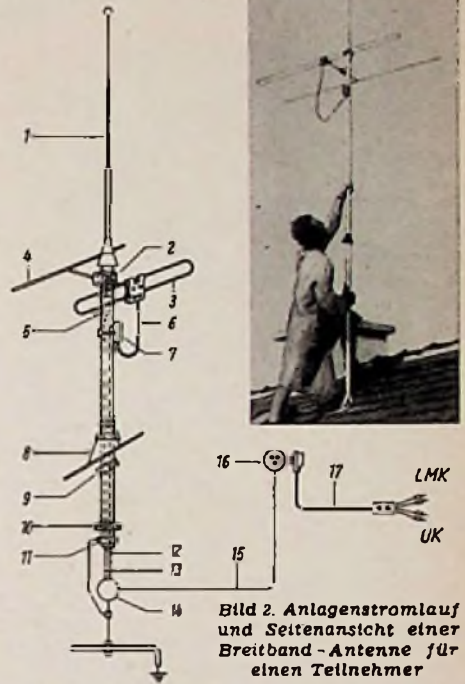
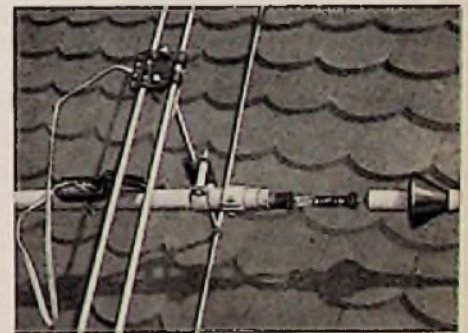

Bild 2. Anlagenstromlauf und Seitenansicht einer Breitband-Antenne für einen Teilnehmer
Bild 3. Die zusammengesetzte Antenne liegt noch auf dem Hausdach und läßt die geöffneten Antennenübertrager erkennen
Zum Empfang von Mittel- und Langwellen dient die mit einer „Prasselschutzkugel“ (Geräuschminderung bei statischen Entladungen) versehene 3,3 m lange Antennenrute 1 (Bild 2). Oben im Standrohr befindet sich der Mittel-Lang-Antennenübertrager 5 der als Autotransformator mit Feinfunkenstrecke geschaltet ist und die Antenne an den Wellenwiderstand (60 Ω) des Kabels anpaßt. In gleicher Weise wird mit der vom Faltidipol 3 aufgenommene Empfangsenergie Verfahren, wobei der UKW-Spezialübertrager 7 die Anpassung zwischen ungeschirmtem Bandkabel und geschirmtem Koaxialleitung übernimmt. Bis zum Antennenableiter 14, in dem zwei Funkenstrecken mit je 0,1 mm Elektrodenabstand als VDE-mäßig vorgeschriebener Blitzschutz untergebracht sind, verlaufen die beiden Kabel 12 und 13 im Standrohr getrennt. Von hier ab erfolgt die Weiterleitung über die doppelt-konzentrische Antennenleitung 15, die beide Leitungen in einer gemeinsamen Kunststoffummhüllung (Querschnitt etwa 5 x 8 mm) vereint. Dieses wetterfeste Kabel kann nach Belieben auf Putz, direkt im Putz oder in Isolierrohren verlegt werden. Wenn nur ein Teilnehmer angeschlossen werden soll, endet es in der Nähe des Empfängers in einer Wandsteckdose 16. Die Empfänger-Anschlußschrub 17 ist am Ende mit einem kleinen Kästchen (114 x 44 x 31 mm) versehen, das die beiden Empfängerübertrager (ML, UKW) enthält und vier Stecker-schnüre aufweist, die den Anschluß zum Empfänger herstellen. Eine ebenfalls eingebaute elektrische Weiche nutzt den Kabelmantel als Kurzwellenantenne aus. Wenn mehrere Teilnehmer (bis zu acht) ohne Verwendung eines Verstärkers angeschlossen werden sollen, endet die Antennenleitung 15 in einer Antennenverteilerdose, von der aus Anschlußleitungen sternförmig (Stichleitungen) zu weiteren Antennensteckdosen führen. Im Verteiler untergebrachte Entkopplungswiderstände (je zwei pro Teilnehmer) sorgen für völlige Rückwirkungsfreiheit, und die als Trennübertrager (zwei Wicklungen) ausgeführten Empfängerübertrager verhindern das Auftreten von Berührungströmen, wenn Allstromempfänger verwendet werden. Da bei Allstromschaltungen das Chassis in leitender Verbindung mit dem Lichtnetz steht, können über Antennen- und Erdbuchse Restströme in das Kabelnetz gelangen, die bei anderen Teilnehmern Störungen und sogar empfindliche elektrische Schläge verursachen. Das wird durch die erwähnten Trennübertrager sicher verhindert. Außerdem bewirkt der besondere Schaltungsaufbau eine saubere Hf-mäßige Trennung der Empfänger-Einganges vom Netz, so daß
Die meisten Rundfunkhörer scheuen die Umstände, die ihrer Ansicht nach die Montage einer solchen Antenne verursacht. Abgesehen davon, daß vom Hersteller erfahrene Spezial-Monteuere zur Verfügung gestellt werden können, werden die Arbeiten sehr weitgehend durch vorbereitete und genau angepaßte Bauteile erleichtert. So ist z. B. die Vornahme des „Durchbruches“ durch das Ziegeldach eine Angelegenheit von wenigen Handgriffen. An der in Aussicht genommenen Stelle wird ein Dachziegel ausgehängt und gegen die mit einer Gummidichtung versehene Dachhaube 8 (Bild 2) ausgetauscht. Zwei Befestigungsschellen 9 und 10 fixieren das Standrohr unterhalb des Daches an einer Mauer, am Dachgebälk oder in Sonderfällen auch an einem Kamin (Korrosionsgefahr durch Rauchgase). Als Blitzeiter (11) wird das Steigrohr der Wasserleitung verwendet oder der bereits vorhandene Blitzableiter bzw. z. B. die gut geerdeten Laufschienen eines Aufzuges.
Bild 3 zeigt die quer auf dem Dach liegende und zum Einsetzen in die Dachhaube vorbereitete Antenne. Der Antennenübertrager 5 ist noch nicht in das Tragrohr eingeschoben (rechte Bildseite), so daß man ihn ebenso wie den UKW-Übertrager noch im geöffneten Zustand erkennen kann (vgl. 5 und 7 in Bild 2). Bild 1 zeigt den Augenblick der Montage, in dem das Standrohr gerade in die Dachhaube eingesetzt wird. Sobald die Leitungsinstallation beendet ist, muß noch durch Empfangsversuch der Dipol 3 nach Lockern der Standrohr-Befestigungsschellen 9 und 10 mit der Breitseite auf die Richtung des bevorzugten UKW-Senders eingepieilt werden. Bei geringen Feldstärken wird ein Reflektor 4 (Bilder 1 und 2) aufgesetzt, und wenn Rundempfang gewünscht wird, tritt an die Stelle des Faltidipols ein Kreuzdipol. Es verdient besonders hervorgehoben zu werden, daß Vorkerkehrungen zur Erweiterung auf Fernsehempfang bereits in der Konstruktion getroffen wurden. Im Vergleich zu einem Innendipol waren die UKW-Empfangsergebnisse bei der Versuchsantenne nach